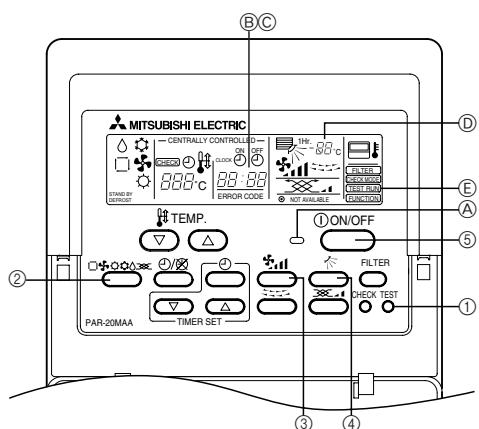

Fig. 6-1
6. Ensaio (Fig. 6-1)
| 3. Soğutucu borusu ve drenaj borusu | 68 | 6. Çalışma testi (Fig. 6-1) | 73 |